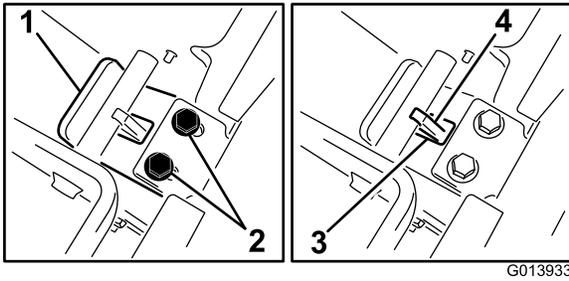

Figure 15
2. Tout en maintenant la pression sur la plaque d'appui, glissez la languette vers vous jusqu'à ce que le rebord de la languette rencontre la barre transversale (Figure 15).